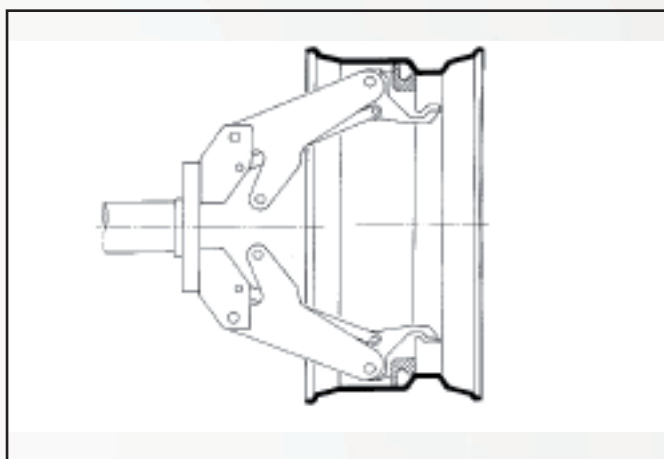

Рисунок 11
**Примечание:** зажимайте колесо с ободом, с выемкой таким образом, чтобы выемка находилась около внешней стороны обода (рис. 11).